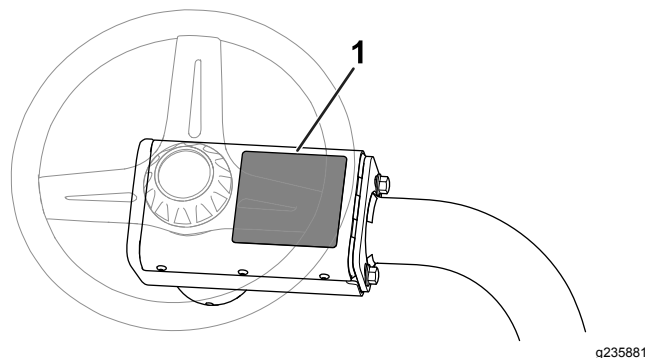

Figura 16
- Applicate l'adesivo di avvertenza CE (n. cat. 136-8505) sull'adesivo di avvertenza esistente (n. cat. 136-8506); fate riferimento a Figura 16.